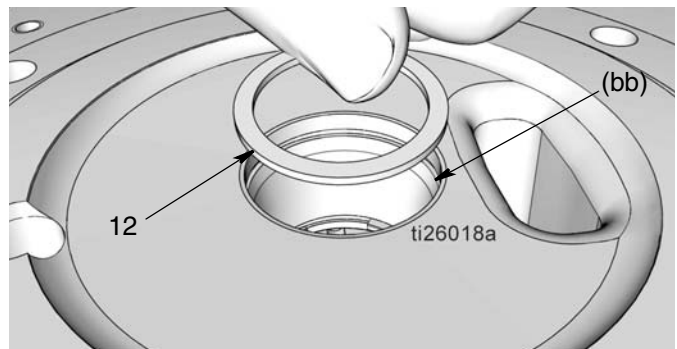

图 31
- b. 检查固定环 (51) 是否在泵底座 (1) 侧面。
- c. 安装垫片 (12)，如图 31 所示。